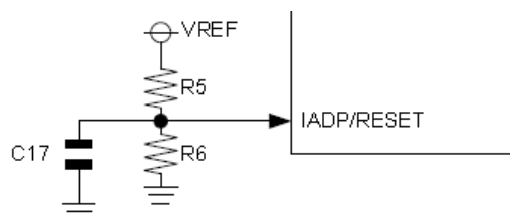
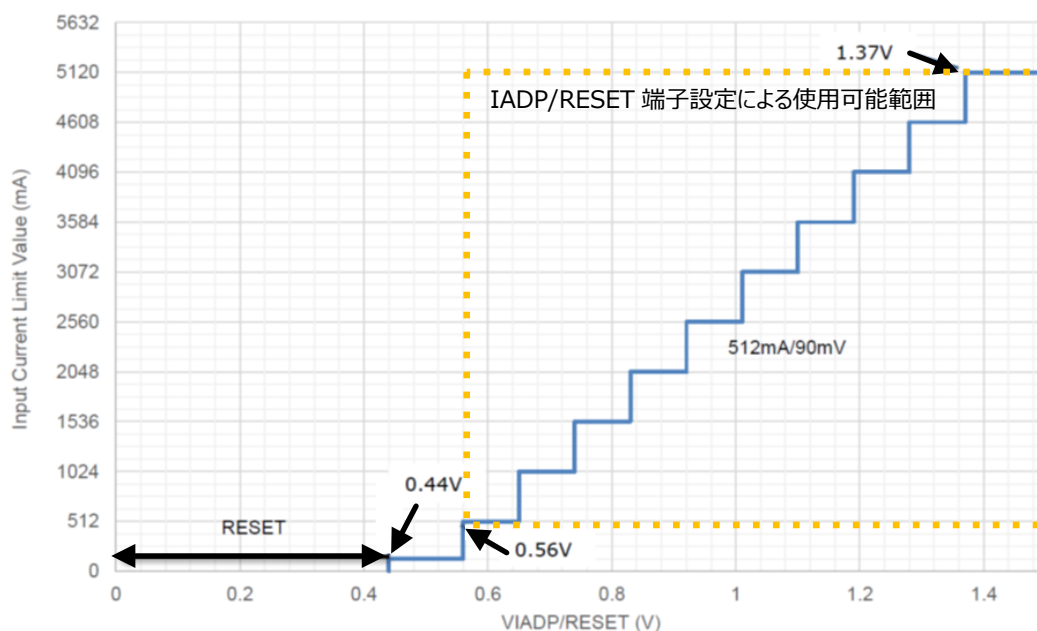

Figure 2-15. IADP/RESET 端子 分圧抵抗回路図
Figure 2-16. IADP/RESET 端子電圧と入力電流設定値の関係
IADP/RESET 端子に Figure 2-15 のように分圧抵抗を接続する事で、Figure 2-16 のように入力電流制限を設定することができます。この入力電流制限は Figure 2-13、Figure 2-14 の②のタイミングで設定されます。
BD99954 は DCDC 動作時に外付け FET にゲートチャージ電流が流れるため、自己消費電流は約 50mA となります。入力電流制限を 100mA と小さくすると起動しない状態になる可能性があります。従いまして、IADP/RESET 端子電圧設定は、Figure 2-16 中に記載の点線の範囲内で使用する必要があります。IC 起動（OTP ロード）時は、IADP/RESET 端子電圧設定による入力電流制限値となりますので、起動しない状態に陥ります。